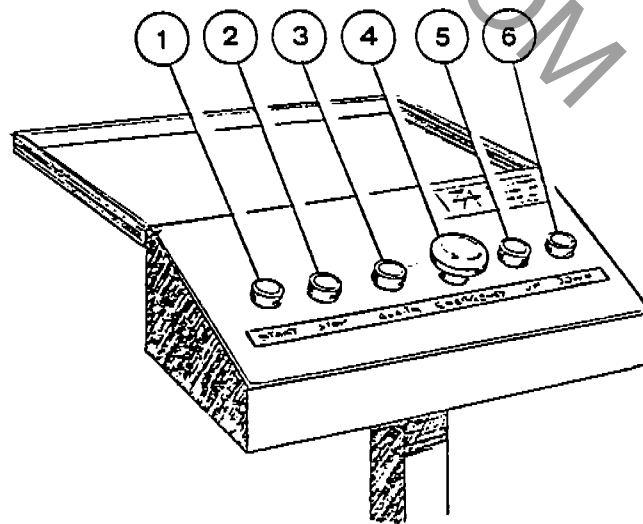
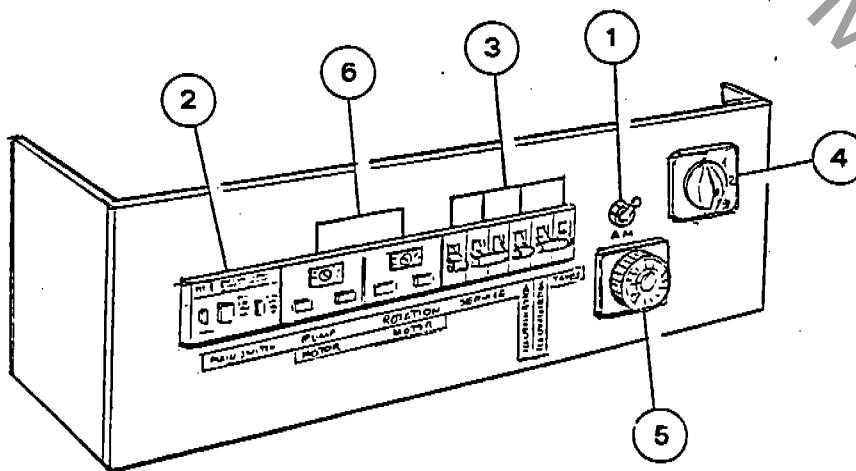

Fig. 4
Fig. 5
1.1 - Pushbutton panel (Fig. 4)
NOTE: Pushbuttons (5) and (6) are activated by selector switch (1-Fig. 5) when this is in manual position only.
1.1 - Pulsantiera (Fig. 4)
N.B.: I pulsanti (5) e (6) sono attivati dal selettore (1-Fig. 5) solo nella posizione manuale.
- Place main switch (2-Fig. 5) in ON (I) position.
- Place all switches (3 and 6-Fig. 5) in ON position.
- Press START pushbutton (1-Fig. 4); as soon as the attraction starts rotating press EMERGENCY pushbutton (4-Fig. 4).
- Place selector switch (1-Fig. 5) in automatic position; the AUTOMATIC and MANUAL positions relate to lifting.
NOTE: To prevent attraction motion during this stage, it suffices to set switches (6-Fig. 5) to OFF.
- Select the desired braking effect by means of selector switch (4-Fig. 5). If in doubt, set the selector switches to the lowest value then increase the setting until obtaining a proper braking action.
- Enter the ride length by means of timer (5-Fig. 5) (recommended time length: 1 to 3 minutes). To start the ride press START pushbutton (1-Fig. 4); the attraction will start rotating clockwise and after a few seconds lifting and sloping. After the set time has elapsed, the attraction will start lowering; when it reaches the "fully down" position, brakes will be applied and the attraction will come to a stop, always in the same position.
- Posizionare su "ON" (I) l'interruttore generale (2-Fig. 5).
- Posizionare su "ON" tutti gli interruttori (3 e 6-Fig. 5).
- Premere il pulsante "START" (1-Fig. 4); appena la giostra inizia a ruotare, premere il pulsante "EMERGENCY" (4-Fig. 4).
- Disporre il selettore (1-Fig. 5) in posizione automatica. La posizione "AUTOMATICO" o "MANUALE" è riferita al sollevamento.
N.B.: Per evitare i movimenti della giostra durante questa fase, basta posizionare su "OFF" gli interruttori (6-Fig. 5).
- Selezionare il grado di frenatura con il selettore (4-Fig. 5). In caso dubbio, disporre il selettore su valori più bassi ed aumentarlo qualora la frenata fosse insufficiente.
- Impostare il tempo della corsa con il temporizzatore (5-Fig. 5) (tempo consigliato: da 1 a 3 minuti). Per iniziare la corsa, premere il pulsante "START" (1-Fig. 4); la giostra inizierà a ruotare in senso orario, dopo pochi secondi inizierà a sollevarsi ed inclinarsi.
NOTE: With selector switch (1-Fig. 5) in MANUAL position, the attraction movements take place according to the automatic cycle, except for lifting which can be controlled from the pushbutton panel by means of pushbuttons (5 and 6-Fig. 5).
N.B.: Nella posizione "MANUALE" (1-Fig. 5) del selettore, tutti i movimenti della giostra corrispondono al ciclo automatico ad eccezione del sollevamento che può essere eseguito dalla pulsantiera con i pulsanti (5 e 6-Fig. 4).